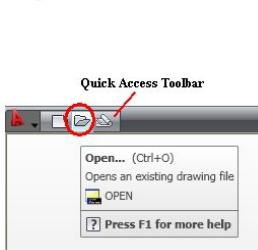

Figura 2.2.1
- click stânga mouse pe icoana **Open** din bara de instrumente **Quick Access Toolbar**, figura 2.2.1;